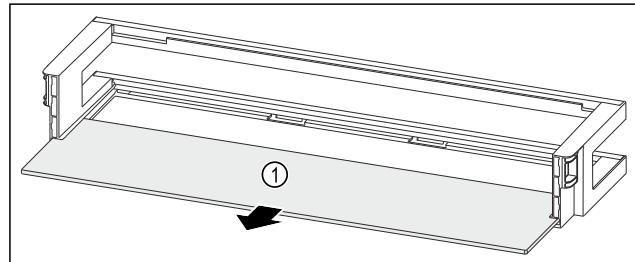

Fig. 82 Türabsteller mit Abstellfläche
- Abstellfläche Fig. 82 (1) entnehmen.